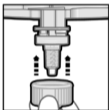
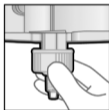

图3
图4.1
5. 混合头放在正确位置（图3）之后，将Dynamix固定环推入，推到混合头上的位置直到感受到阻力。顺时针转四分之一圈，使固定环插稳。（图 4.1, 4.2，5）